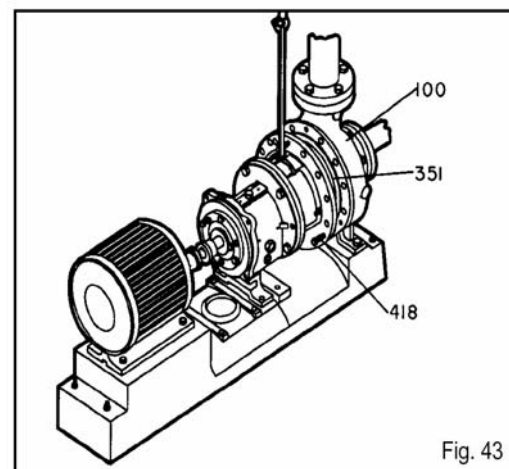

Fig. 43
11. Retire el conjunto de desmontaje trasero de la carcasa (100). Apriete los tornillos de levantamiento (418) en forma pareja para retirar el conjunto de desmontaje trasero (Fig. 43).